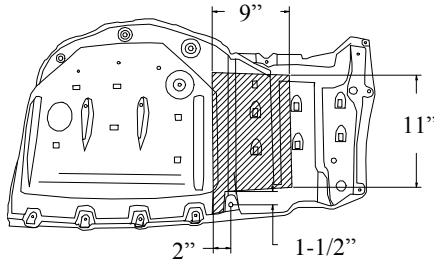

Figure 3
- Enlever le panneau décoratif s'il recouvre les longerons côté conducteur. Découper ou retirer le panneau comme illustré, obtenir l'autorisation du propriétaire du véhicule avant de découper. Nota : Si le panneau n'est pas remis en place, l'espace entre l'attelage et le carénage sera de 3/4 à 1 po. Voir Figure 3.
- Abaisser l'échappement en enlevant deux (2) boulons de la ferrure de support d'échappement, puis enlever l'isolateur en caoutchouc du côté extérieur de l'échappement. La vaporisation d'un lubrifiant ou d'eau savonneuse sur la tige du support métallique et l'isolateur en caoutchouc facilite l'enlèvement. Détacher l'isolateur en caoutchouc du silencieux, en les laissant fixés à la ferrure de support d'échappement.
- En utilisant l'attelage comme gabarit, marquer au pointeau l'emplacement des deux (2) trous de chaque côté. Percer un trou de guidage 1/2 po des deux côtés.